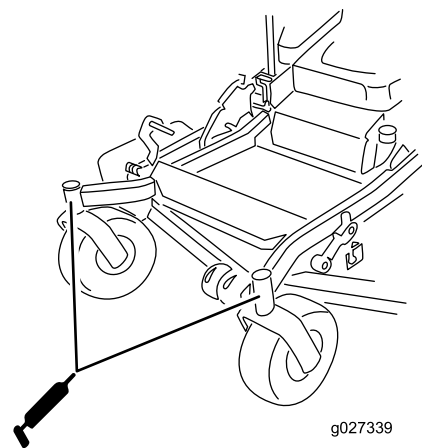

Figura 54
11. Instale o tampão hexagonal e o tampão antipoeira (Figura 54).
12. Lubrifique os rolamentos da roda giratória (Figura 54).